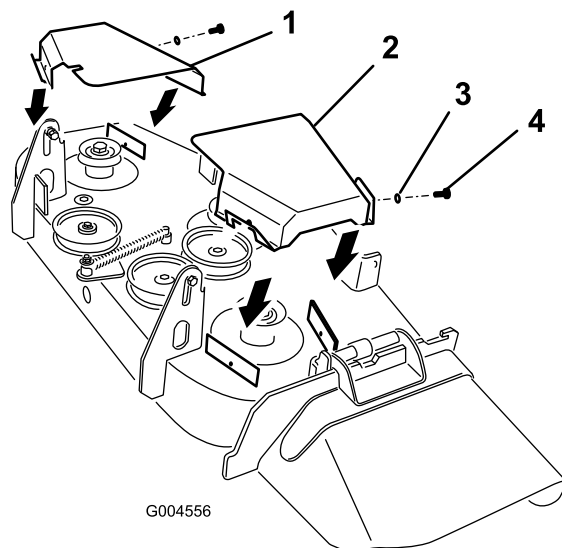

Figure 44
3. Retirez 2 boulons et rondelles dans chaque couvercle de courroie, puis déposez les couvercles par dessus les axes extérieurs (Figure 44).
8. Reposez les couvercles de courroie en passant par-dessus les axes extérieurs (Figure 44).